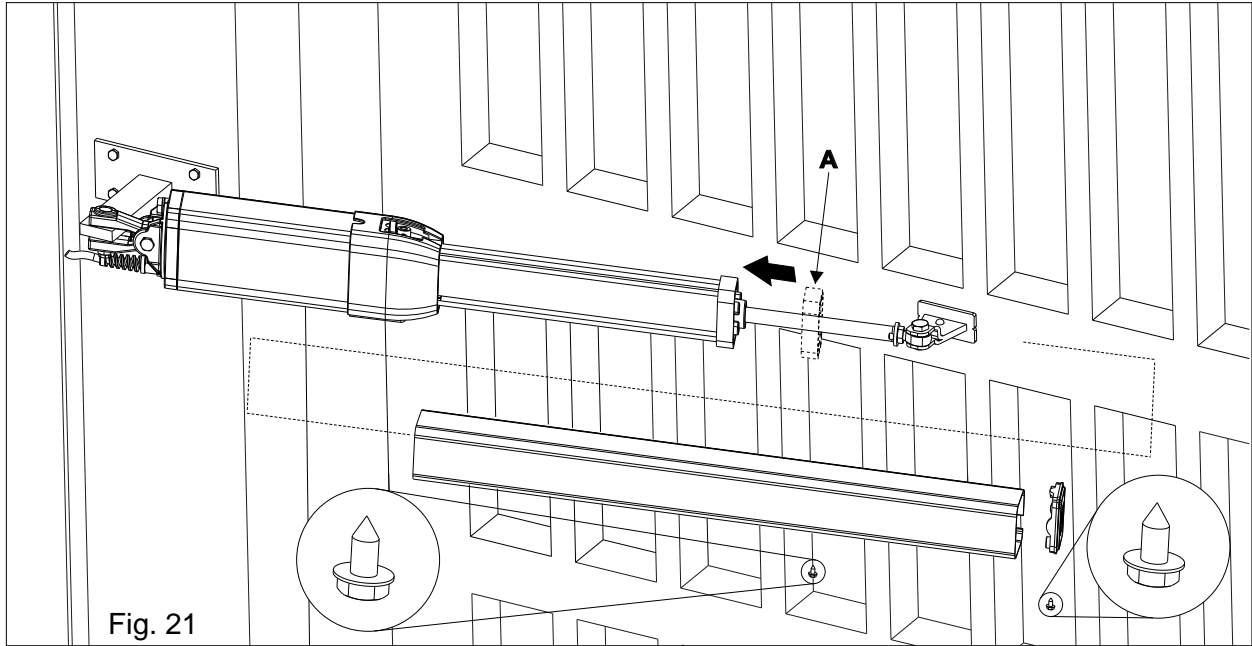

Fig. 21
Asegurarse de haber insertado el marco de plastico antivibracion (A) antes de insertar la cubierta cubre pistón (Fig. 21)